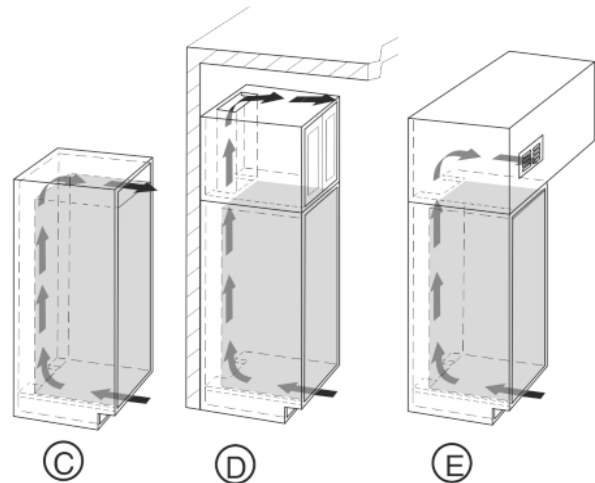

Fig. 4
- De bovenste ventilatieruimte kan direct boven het apparaat met een optioneel ventilatierooster Fig. 4 (C), in de buurt van het plafond boven het meubel Fig. 4 (D) of als luchtafvoering in een tussenplafond Fig. 4 (E) zijn uitgevoerd.